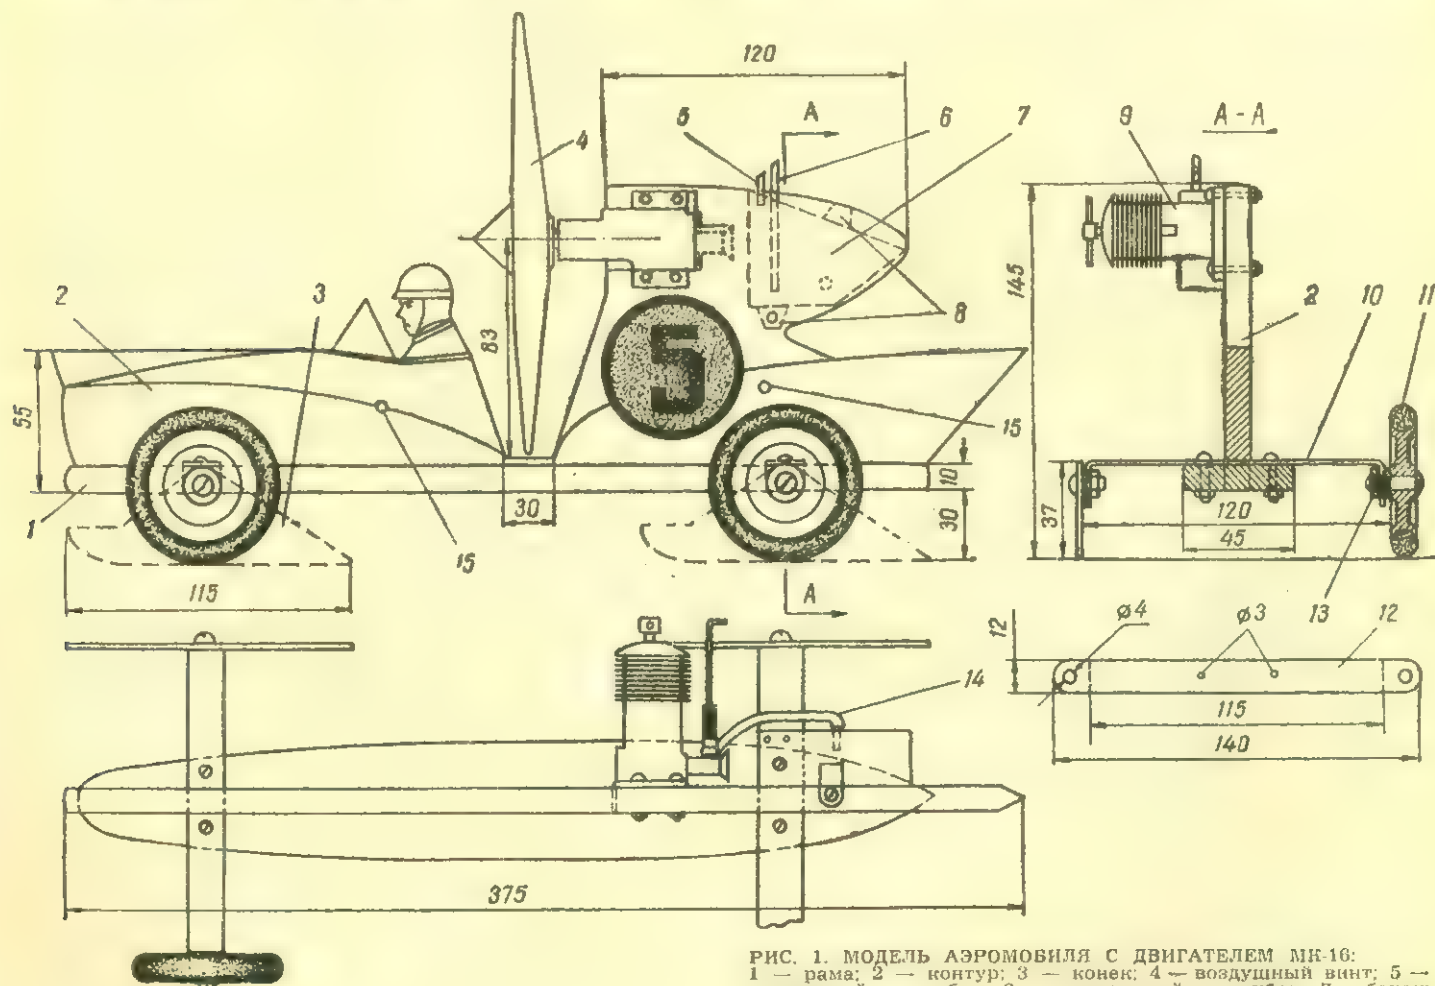

РИС. 1. МОДЕЛЬ АЭРОМОБИЛЯ С ДВИГАТЕЛЕМ МК-16:
**Рессоры** можно изготовить двумя способами. Проще всего сделать их из дюралюминия Д16Т или стального листа (ленты) толщиной 1,5 мм (см. рис. 1). Они вставляются в пазы контура и крепятся двумя болтами. Рессоры из полотна пилы или из пружинной стали толщиной 0,8÷1 мм обеспечивают хорошую амортизацию модели. К ним приклепываются уголки из дюралюминия или стали. Отверстия в стальных деталях можно просверлить или выполнить пробойником на свинцовой плите.